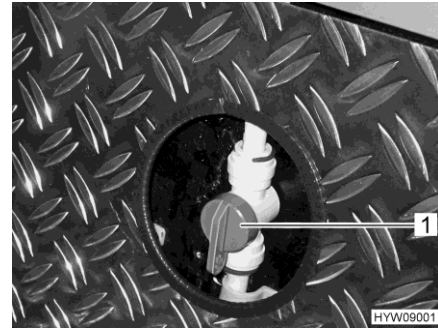

Bild 134 Tillöppsventil (uppvärmning av det bakre lastutrymmet)
- Ställ handtaget (Bild 134,1) på tillförselventilen för uppvärmning av bakre lastutrymme parallellt till värmeledningen. Värmen för bakre lastutrymme arbetar nu med maximal prestanda.
- Ställ handtaget (Bild 134,1) på tillförselventilen för uppvärmning av bakre lastutrymme i valfritt ställning. Varmvattenfördelningen för det bakre lastutrymme kan på det här sättet regleras steglöst.
- Ställ in handtaget (Bild 134,1) på tillförselventilen för uppvärmning av bakre lastutrymme tvär till värmeledningen. Värmen för det bakre lastutrymme är nu avstängd.